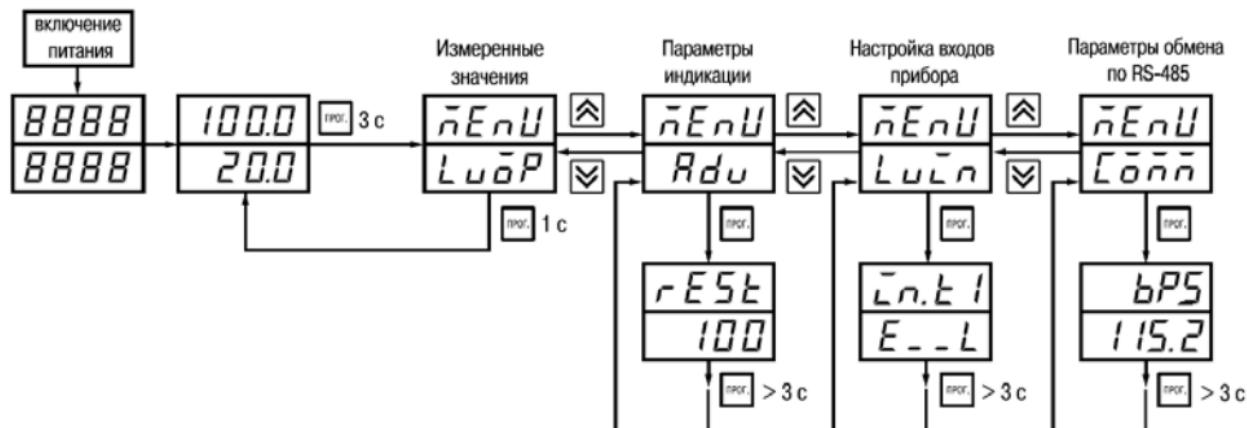

Рисунок 7.1
7.1.2 Основные параметры прибора TPM200 объединены в 4 группы *ЛоpP*, *Rdu*, *Луcп* и *Лoнн*, составляющие меню прибора (рисунок 7.1). Полный список программируемых параметров приведен в приложении Б.